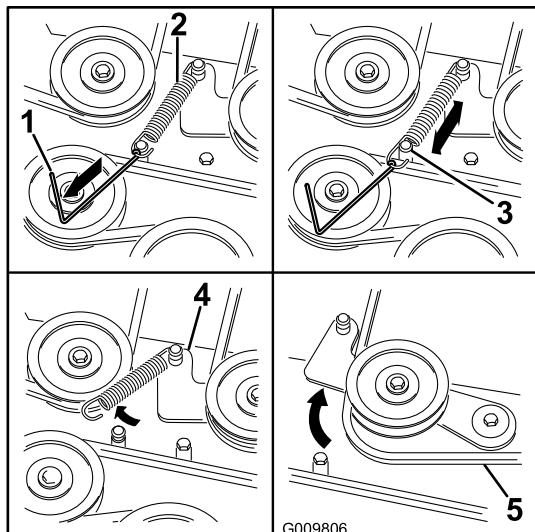

Figure 74
- À l'aide d'un outil de dépose de ressort (réf. Toro 92-5771), décrochez le ressort de l'ergot sur le plateau pour éliminer la tension sur la poulie de tension (Figure 74).
- Acheminez la courroie neuve autour des poulies du plateau de coupe et de la poulie d'embrayage, sous le moteur (Figure 74).
- À l'aide d'un outil de dépose de ressort (réf. Toro 92-5771), accrochez le ressort à l'ergot sur le plateau pour tendre la poulie de tension et la courroie de plateau de coupe (Figure 74).